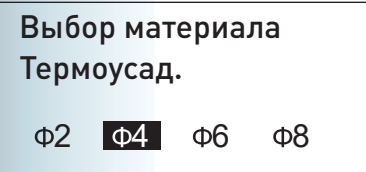

Рисунок 4.3-2
2) Нажмите клавишу **[←]** / **[→]** чтобы выбрать "Термоусадочная трубка", и нажмите клавишу **[↓]** чтобы перейти к выбору размера термоусадочной трубки (Рис. 4.3-2)